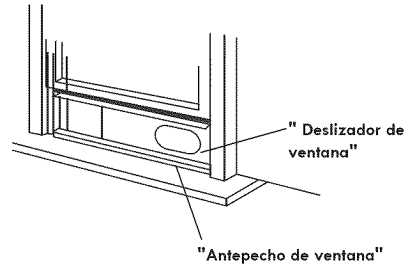

Fig.10
3. Corte otro trozo de sello de espuma adhesivo y colóquelo en la parte inferior de la hoja de la ventana. Cierre la hoja de la ventana firmemente en el deslizador de ventana (véase la Fig. 10).